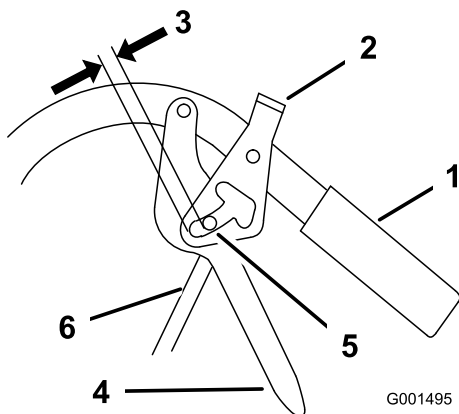

Figura 33
- Ajuste la longitud de la varilla de control enroscando la varilla en el acoplamiento o desenroscándola, hasta que quede una holgura de 5 a 6 mm (3/16 a 1/4 pulg.) entre la varilla de control y la parte inferior del mecanismo de bloqueo de punto muerto/freno de estacionamiento (Figura 33).